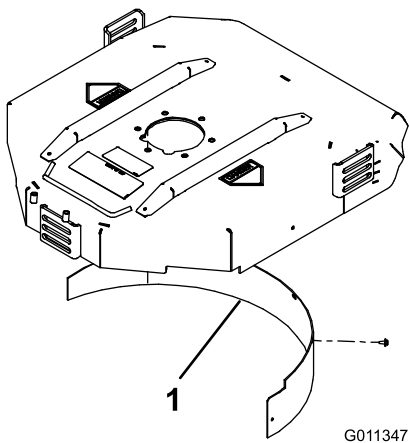

図 8
2. 後部の取り付け穴にマルチングバッフルを取り付け、フランジヘッドボルト5本で固定する 図 8。